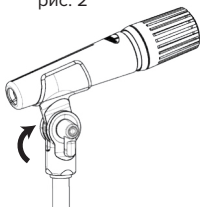

рис. 3
3. Установите микрофон под необходимым углом и затяните его лепестковым зажимным винтом (рис. 3)